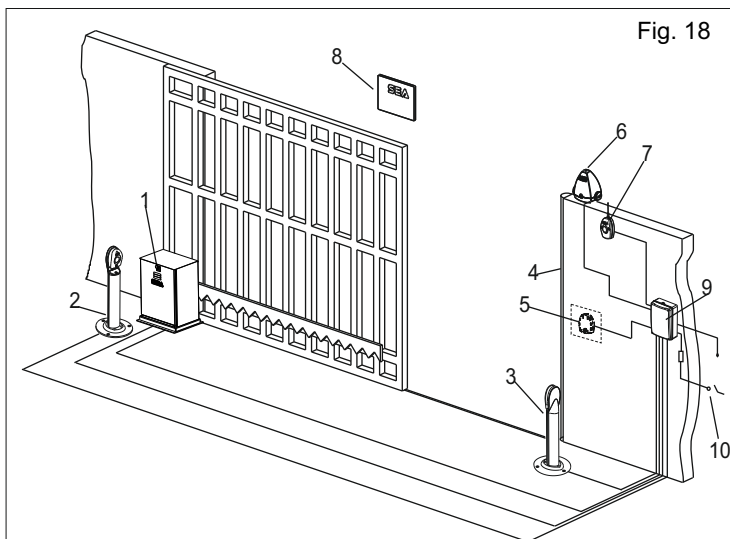

Fig. 18
10. INSTALLATION TYPE (Fig. 18)